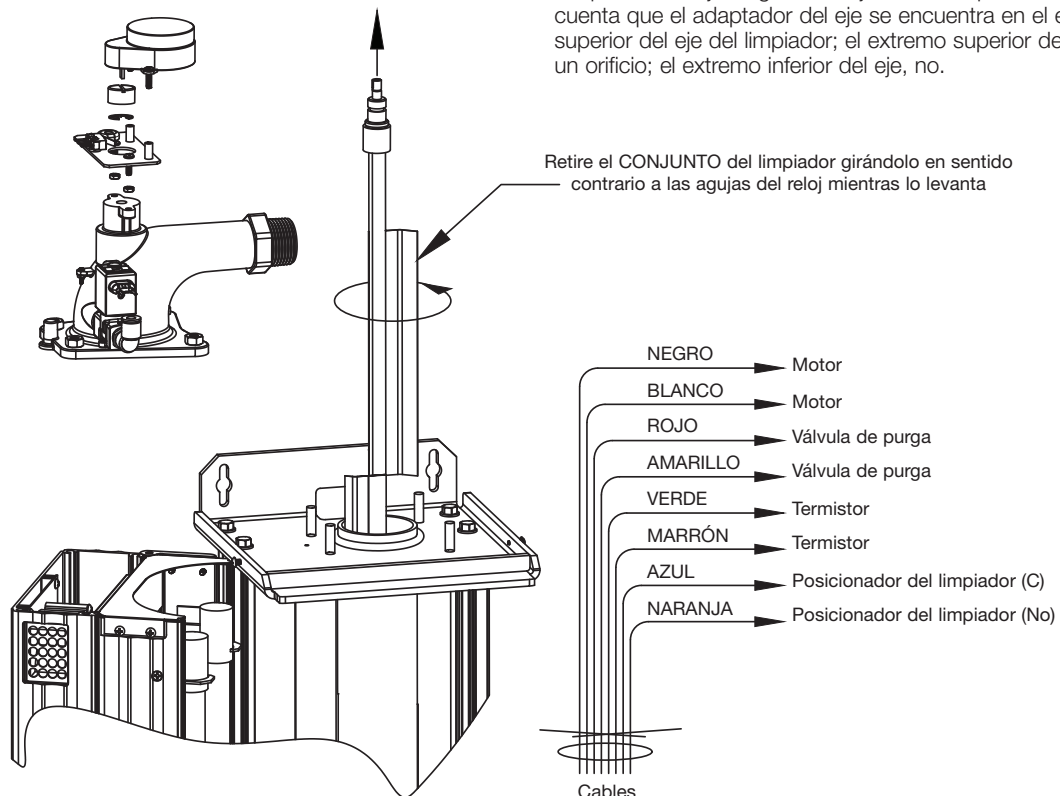

Figura 7-6
12. Presione hacia abajo el eje del limpiador y retire el múltiple superior (Figura 7.6) levantándolo hacia arriba para desenganchar el eje del limpiador. El adaptador del eje debe permanecer en la parte superior del eje del limpiador. Observe la orientación de la ranura hacia las hojas del limpiador; la ranura está alineada con esas hojas.